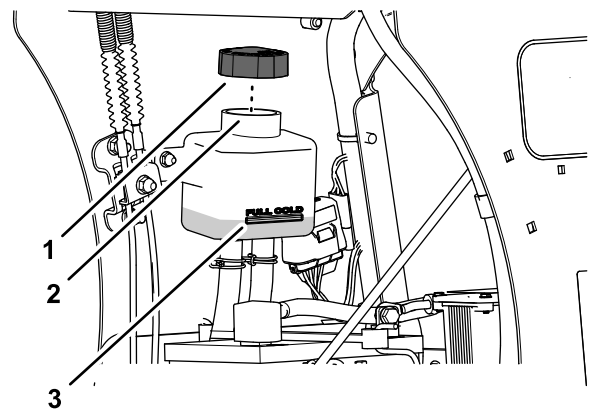

Bild 55
3. Entfernen Sie die Kappe des Ausdehnungsbehälters und prüfen Sie den Getriebeölstand im Behälter (Bild 55).
4. Fügen Sie bei Bedarf das angegebene Getriebeöl hinzu, bis der Ölstand die Füllmarke „FULL COLD“ des Ausdehnungsbehälters erreicht (Bild 55).
4. Fahren Sie mit dem Nachfüllen des angegebenen Getriebeöls fort, bis sie die Füllmarke „FULL COLD“ am Ausdehnungsbehälter erreicht wird; siehe Bild 55 in Prüfen des Getriebeölstands \(Seite 46\).